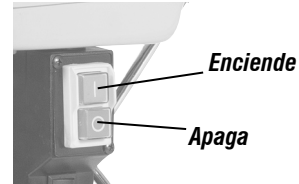

Fig. 15 – Ligando a máquina
- Encienda la máquina presionando el botón verde (I) en el interruptor (Fig. 15).
- Apague la máquina presionando el botón rojo (O) en el interruptor.